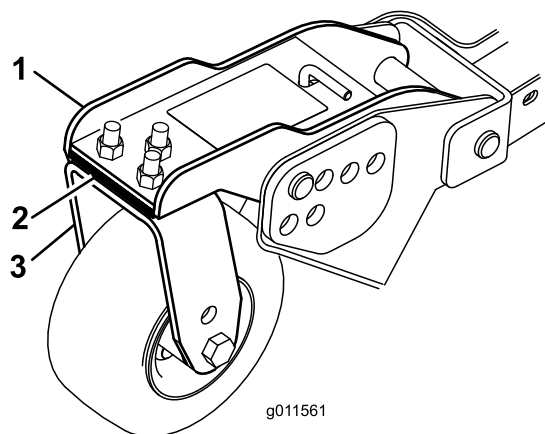

Figura 28
3. Ajuste los suplementos de 3 mm de las horquillas de las ruedas giratorias delanteras hasta que la altura de corte se corresponda con la marca de la pegatina (Figura 28).